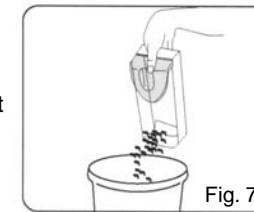

Fig. 7
2. Videz le réservoir à poussière (fig. 7). Si vous le désirez, vous pouvez le rincer à l'eau afin de le nettoyer. Assurez-vous cependant qu'il soit entièrement sec avant de le remettre dans la balayeuse.